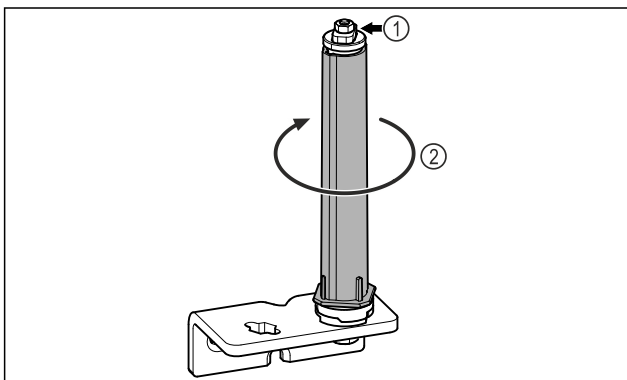

Fig. 16
- ▶ Ne szedje szét az ajtózáró rendszert Fig. 16 (1).
- ▶ Forgassa el a zárórendszert Fig. 16 (2), amíg az be nem kattann.